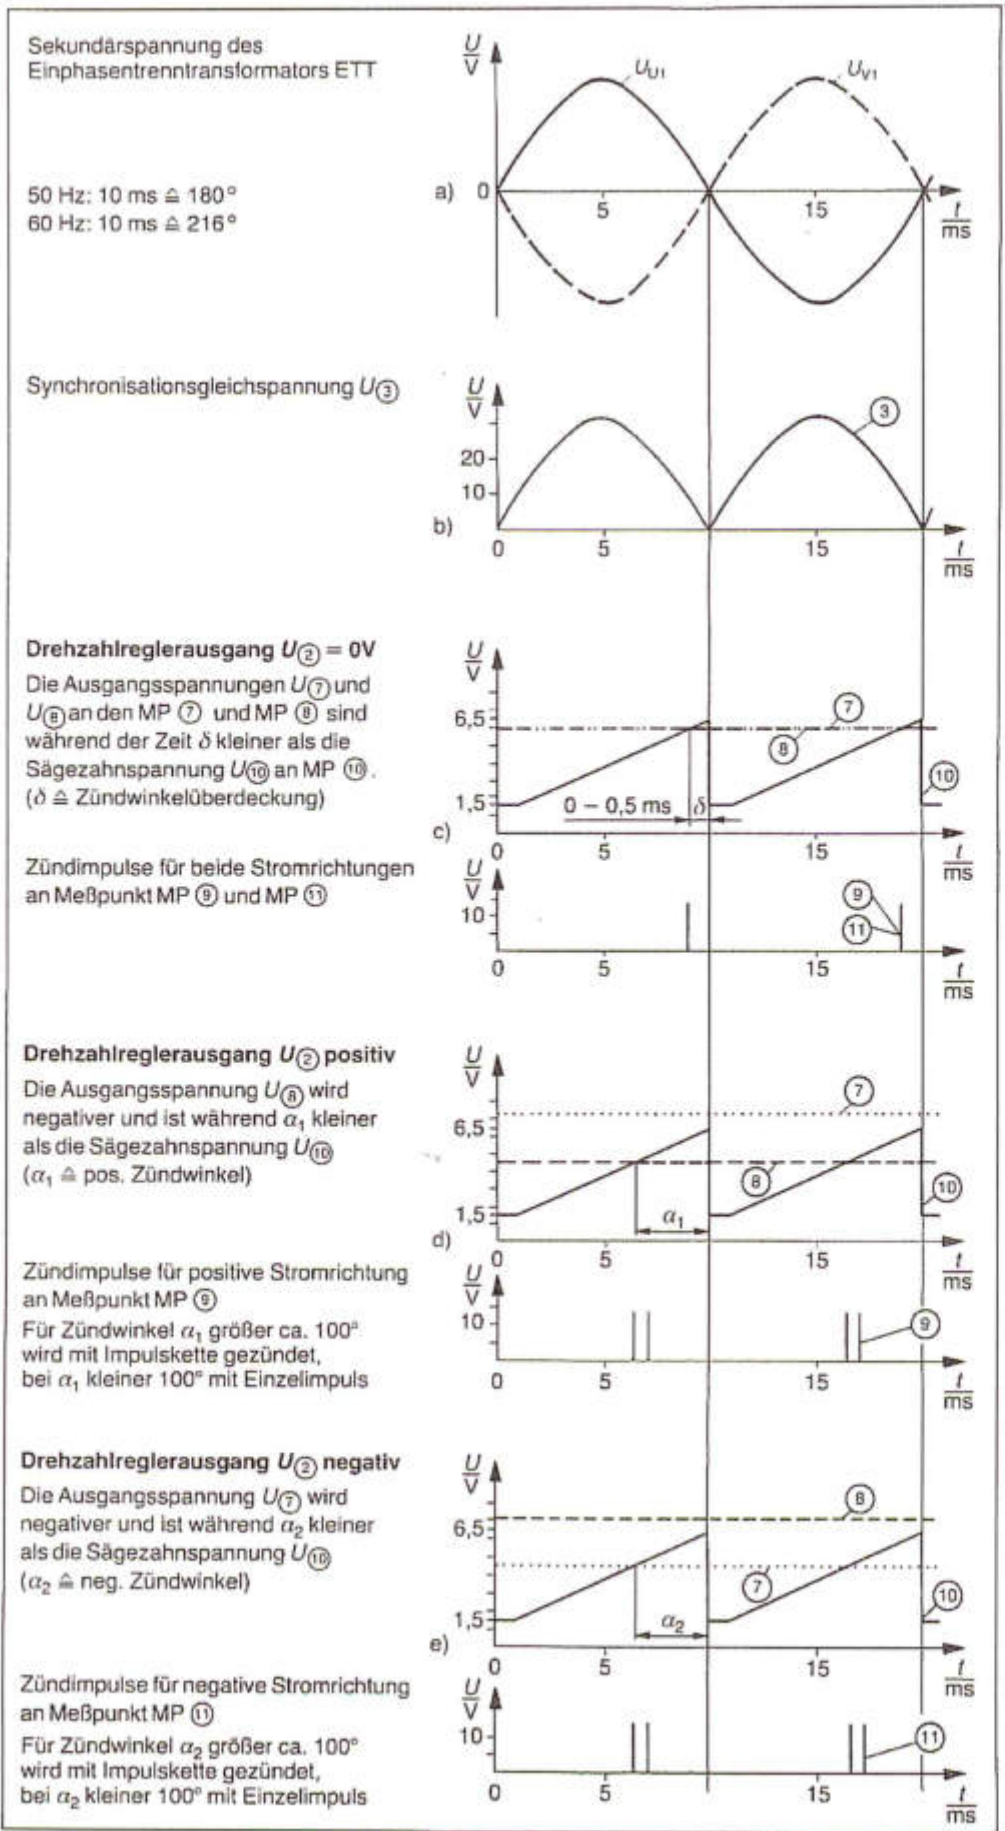

Abb. 6 Umwandlung der zündwinkelanalogen Spannungen in netzsynchrone Zündimpulse.
Er vergleicht die Ausgangsspannung von V 1 (MP ⑧) im IC 1 und von V 2 (MP ⑦) im IC 2 mit der netzsynchronen Sägezahnspannung (MP ⑩). (Vgl. Anschlußplan, Technische Dokumentation, und Abb. 6).